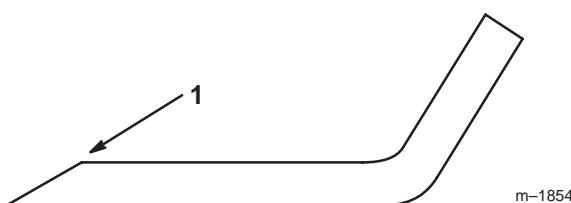

Bild 16
1. Schärfen Sie die Schnittkante an beiden Enden des Schnittmessers mit einer Feile (Bild 16). Behalten Sie den ursprünglichen Winkel bei. Das Schnittmesser behält seine Auswuchtung bei, wenn von beiden Schnittkanten die gleiche Materialmenge entfernt wird.